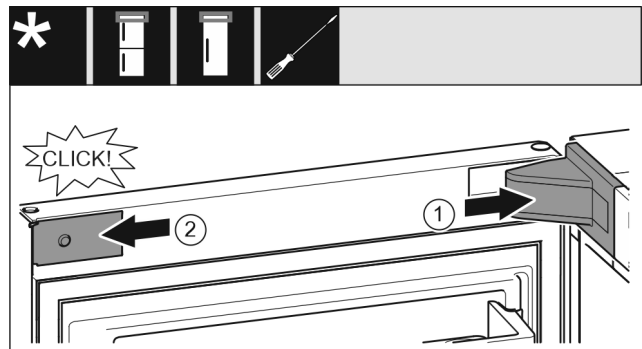

Fig. 25
- ▶ Установите и зафиксируйте крышку опорного кронштейна Fig. 25 (1), при необходимости осторожно разожмите ее.
- ▶ Установите накладку Fig. 25 (2) сбоку и зафиксируйте.